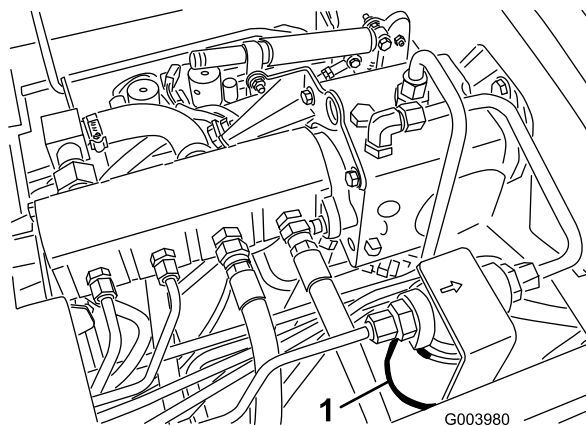
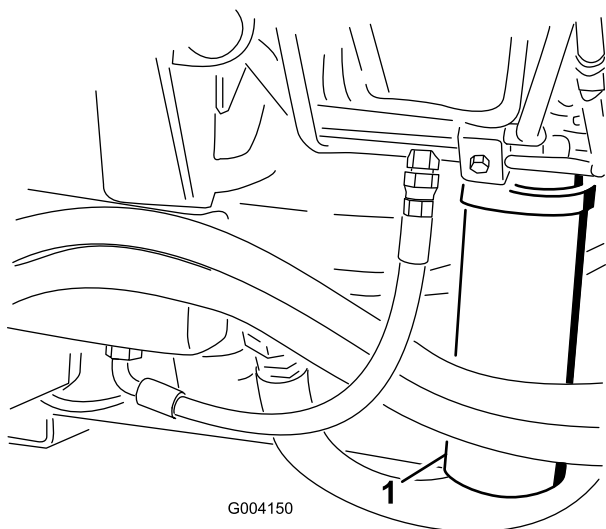

Figure 78
Figure 79
2. Nettoyez la surface autour de la zone de montage du filtre et placez un bac de vidange sous le filtre (Figure 78) et (Figure 79).